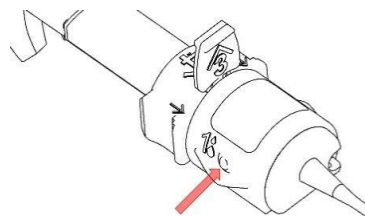

Fig. 1
3. Introduceți integral vârful canulei (23-27G) al seringii cu vâscoelastic în orificiul indicat '1' (Fig. 1) menținând o presiune minimă pe vârful canulei. **Injecțați soluție vâscoelastică prin orificiu. Cantitatea de vâscoelastic injectată este suficientă atunci când suprafața lentilei este acoperită de soluția viscoelastică.**